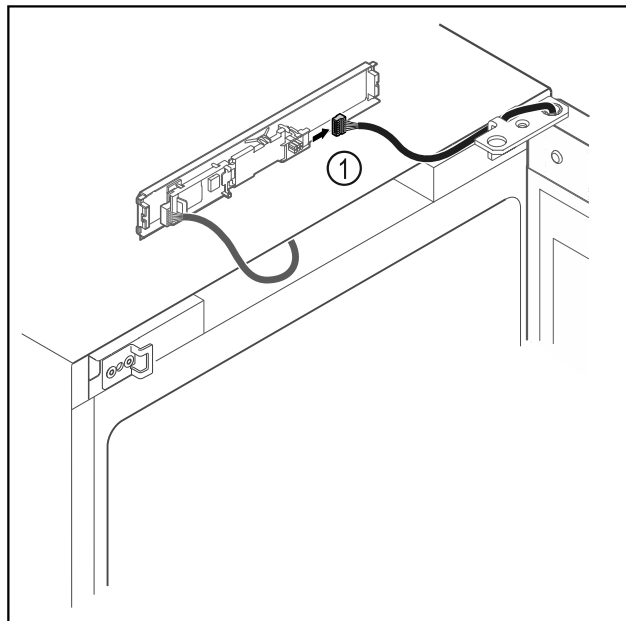

Fig. 19
- ▶ Ištraukite iš plokštės kištuką Fig. 19 (1).